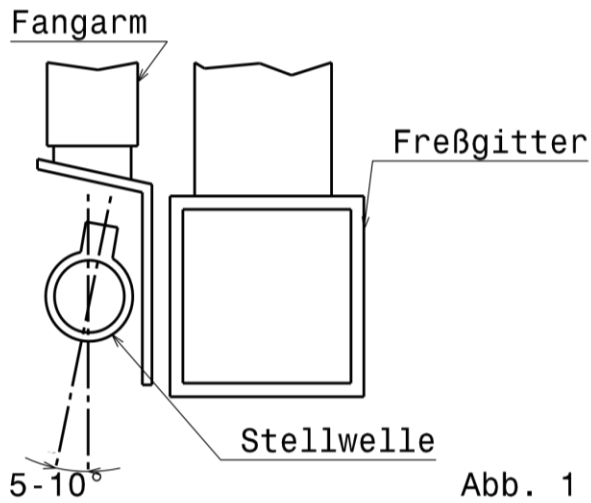

Abb. 1
5. Schaltstangen ausrichten Abb. 1+2
6. Verbindungsrohre bohren und verschrauben Abb. 1+2
7. Montieren des Verriegelungshebels Abb. 1+4